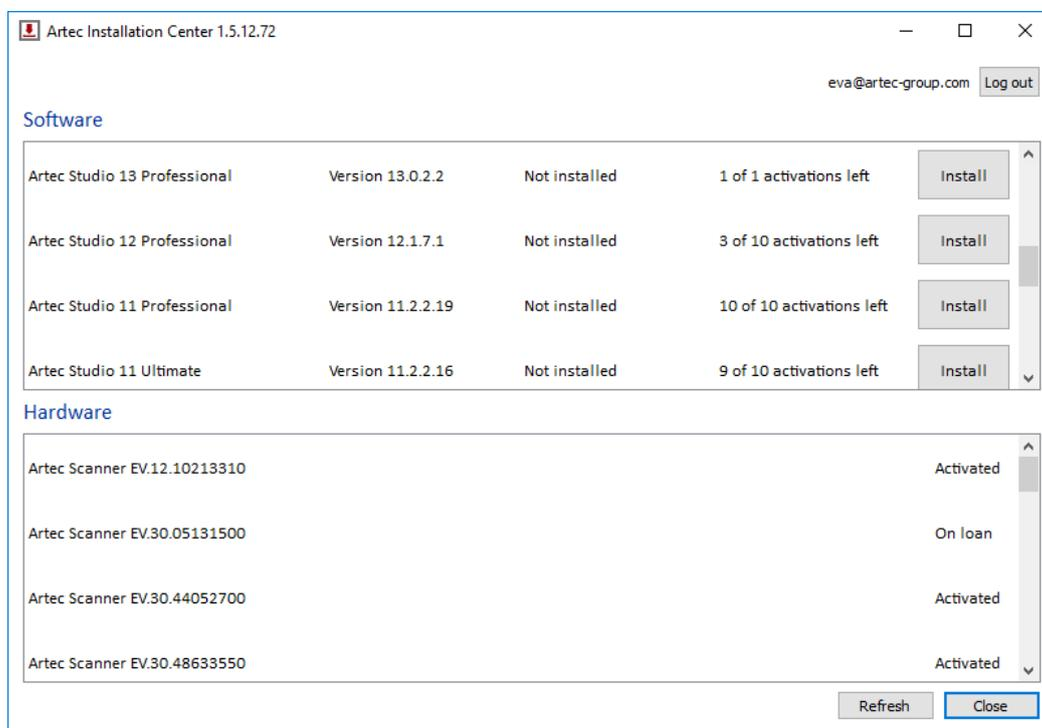

Abbildung 25: Artec Installation Center.
Eventuell muss das *my.artec3d* Konto geändert werden. Artec Installation Center zeigt die derzeitige Benutzer-E-Mail in der rechten oberen Ecke an (*Abb. 25*).
1. Artec Installation Center ausführen (im Start-Menü auf *Start* → *Alle Programme* → *Artec Group* → *Artec Installation Center* klicken), um zu dem in Abb. 25 gezeigten Fenster zu gelangen.